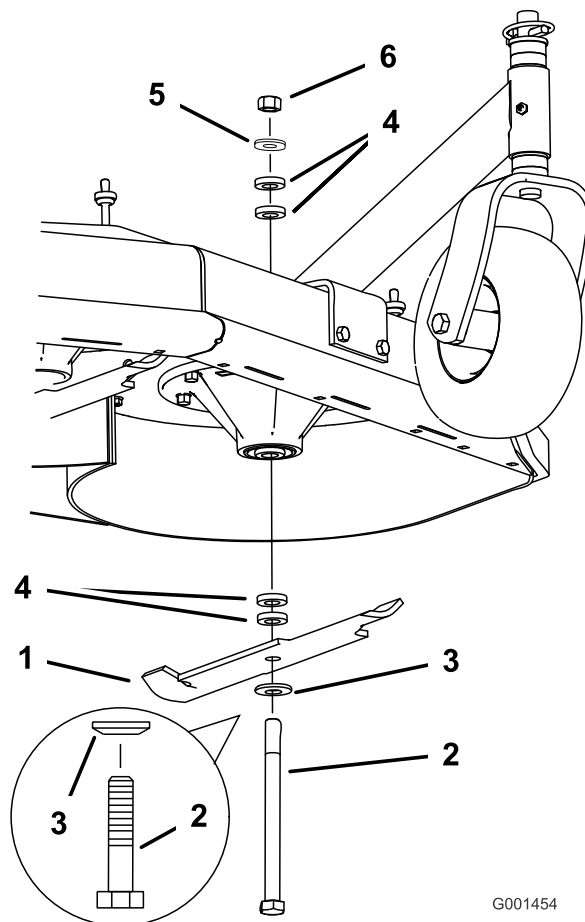

Figura 56
2. Togliete il dado, il bullone della lama, la rondella concava, la lama, i distanziali e la rondella sottile dal fusello (Figura 56).
1. Montate il bullone, la rondella concava e la lama. Selezionate un numero di distanziali adeguato all'altezza di taglio e inserite il bullone nel fusello (Figura 56).
2. Montate i distanziali restanti e fissateli con una rondella sottile e un dado (Figura 56).